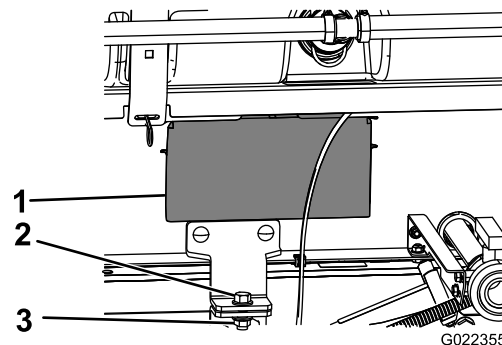

Figure 34
5. Déposez les panneaux d'accès de chaque côté du cadre du patin (Figure 34).
- Fixez la patte de maintien du patin de cuve au support du plateau sur le cadre, de chaque côté de la machine, à l'aide d'un boulon ($\frac{1}{2}$ " x $1\frac{1}{4}$ ") et d'un contre-écrou ($\frac{1}{2}$ "), comme montré à la Figure 34.